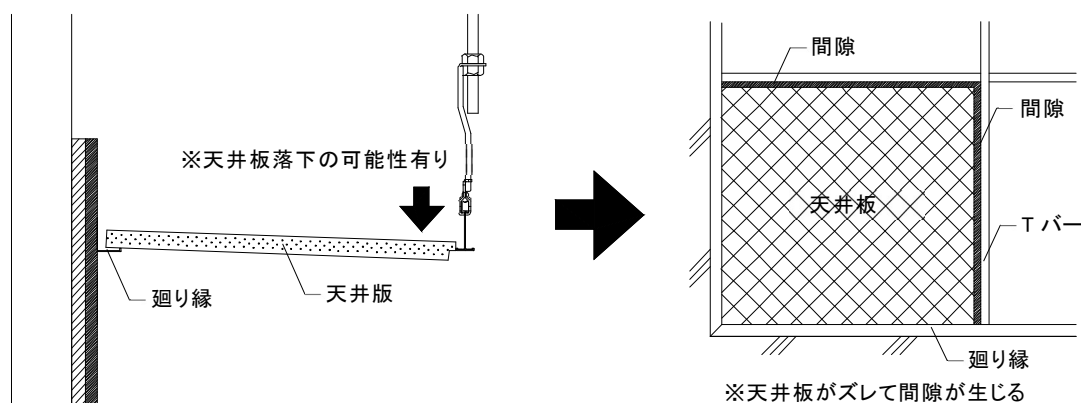

図2-8-1 天井板切断の誤り例 (指定寸法より短い場合)
- ②壁際周辺の天井板については、現場で必要寸法を実測して切断し天井板を載せ掛ける。設置時は、以下の点に留意すること。
- 5) 壁際やコーナー部の天井板を設置の際、指定寸法より短い場合はTバーとの間に隙間が空き天井板が落下する恐れがある為、必ず指定寸法で切断すること。(図 2-8-1 参照)